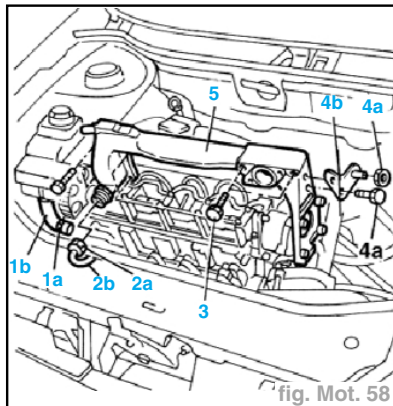

fig. Mot. 58
- Dévisser les vis (2) fixant la soupape EGR au tuyau rigide de liquide de refroidissement.
- Desserrer les colliers de fixation (1b) et débrancher du tuyau rigide le tuyau du vase d'expansion (1a) (fig. Mot. 58).